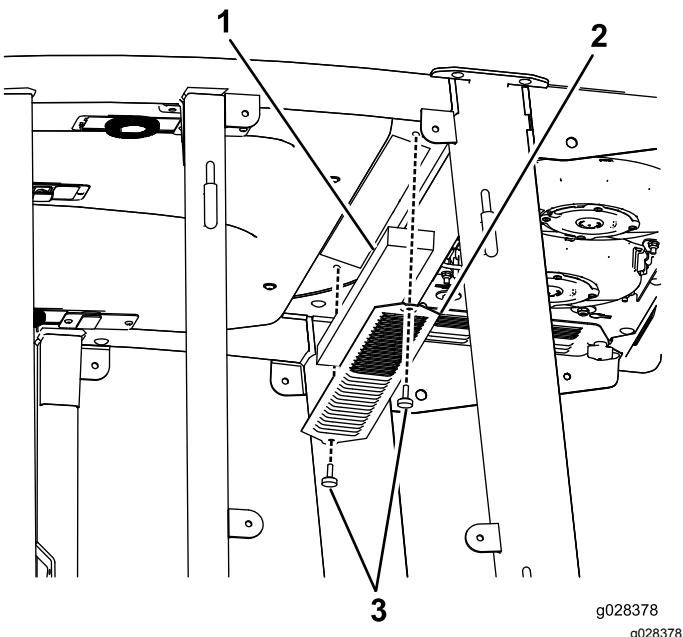

Figura 123
| 3. Retire o teto da cabina removendo os 22 parafusos que prendem o teto (Figura 123). | |
4. Retire os filtros (Figura 123).
5. Retire e limpe as bobinas do ar condicionado (Figura 123).